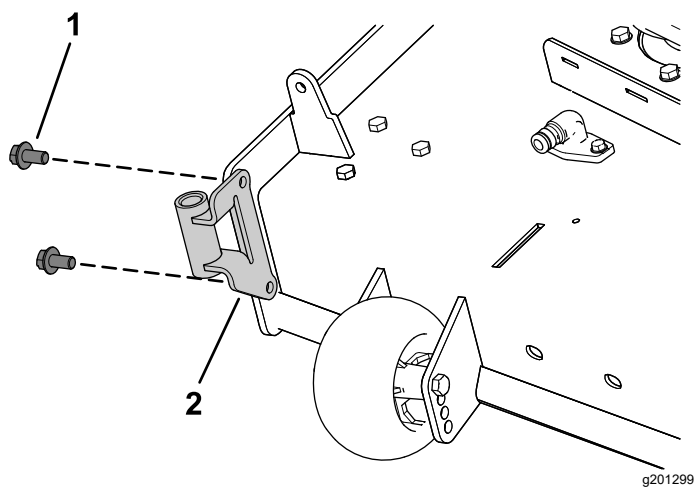

Figure 8
1. Fixez le support de ventilateur sur le plateau de coupe à l'aide de 2 vis à embase à tête hexagonale ($\frac{3}{8}$ " x $\frac{3}{4}$ "), comme montré à la Figure 8.